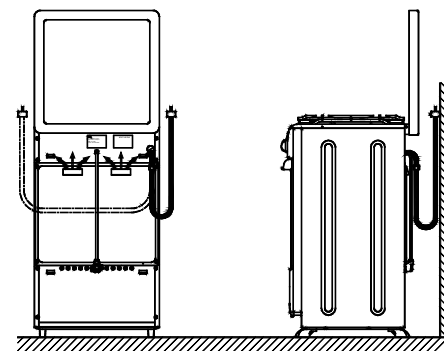

Рисунок 11 – Примеры подключения шланга
- шланг и шнур питания для моделей с электророзжигом не должен проходить в зоне горячего воздуха дымохода и касаться задней стенки плиты (см. рисунок 11).